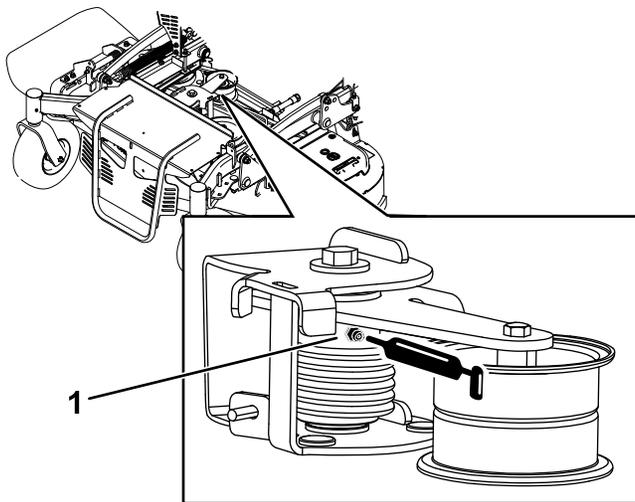

Figura 38
3. Engrase el brazo tensor de la carcasa del cortacésped, usando grasa para altas temperaturas, en el engrasador indicado en Figura 38.